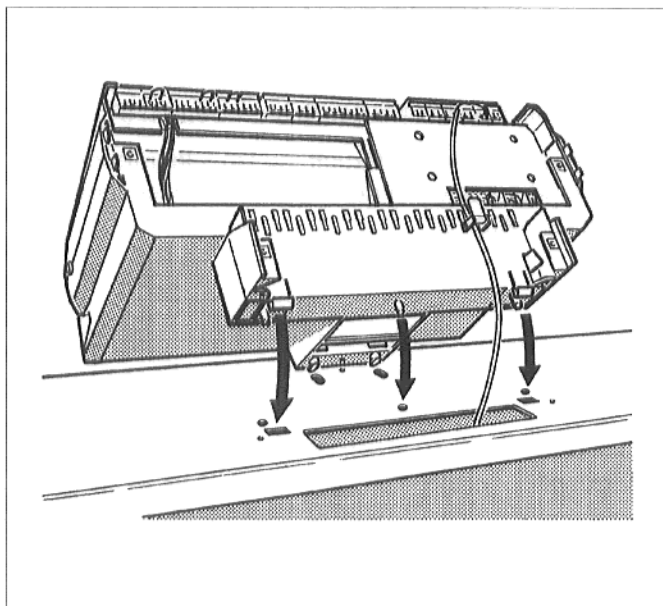

Abb. 6: Regelgerät aufsetzen
- Regelgerät auf die vordere Kesselhaube so aufsetzen, daß die Einschiebehaken auf der Unterseite des Regelgeräts vorne in die ovalen Bohrungen eingeführt werden (Abb. 6).
Kapillarrohre der Temperaturfühler und, bei "Ecomatic"-Regelung, die Kesselwassertemperaturfühlerleitung dabei durch die Öffnung in der vorderen Kesselhaube stecken (Abb. 6).
- Regelgerät nach vorne ziehen und dabei herunterdrücken, bis die beiden elastischen Haken in den hinteren Bohrungen einrasten (Abb. 6).